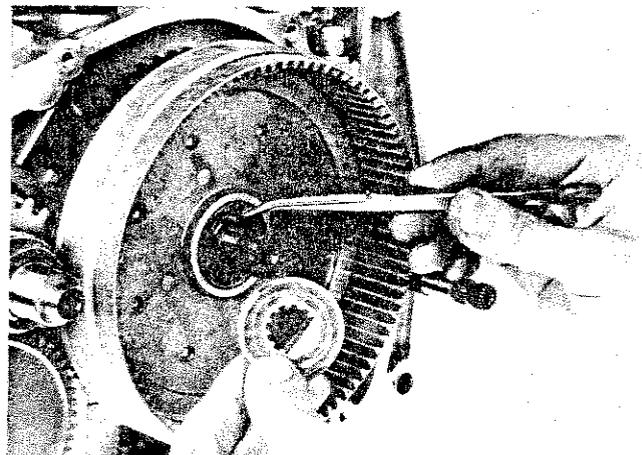

Fig. 115
- 12) Tolta la rondella a profilo scanalato posta dietro il disco conduttore, estrarre il rullo di fermo che impedisce slittamenti fra l'anello del cuscinetto a rullini e l'albero (Fig. 115).
- 12) Remove the splined washer fitted beneath the clutch hub and extract the dowel pin which secures the roller bearing race to the shaft (Fig. 115).